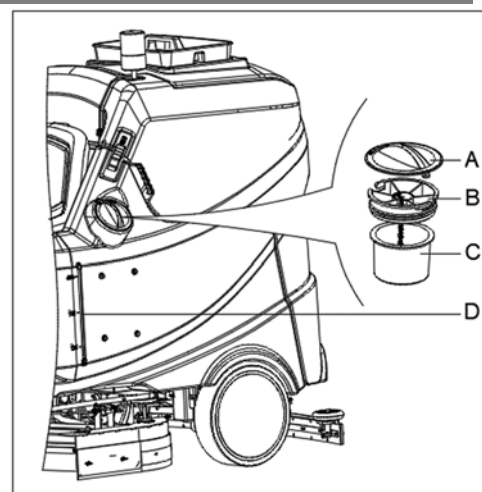

Рис. 11
1. Откройте крышку заливного отверстия для воды (А, рис. 11).